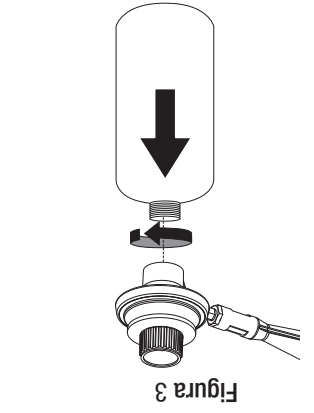

Figura 3
3. Inserte y gire el tanque de gas propano líquido en el sentido de las manecillas del reloj hasta que encaje firmemente. **APRIETE A MANO SOLAMENTE.** Tenga cuidado de no dañar la rosca al apretarlo en el tanque (vea Figura 3).